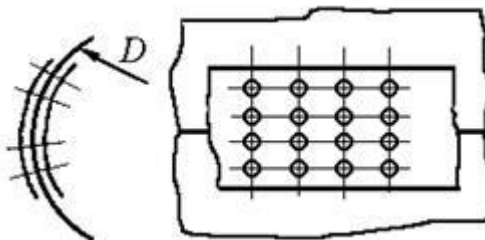

Рис.2. Заклепочные швы цилиндрического автоклава
**Пример.** Определить толщину листов, накладок и размеры продольного и поперечного заклепочных швов цилиндрического автоклава, предназначенного для испытаний деталей под давлением (рис. 2). Диаметр автоклава  $D$  и давление жидкости в автоклаве  $P_0$  заданы в таблице 2.